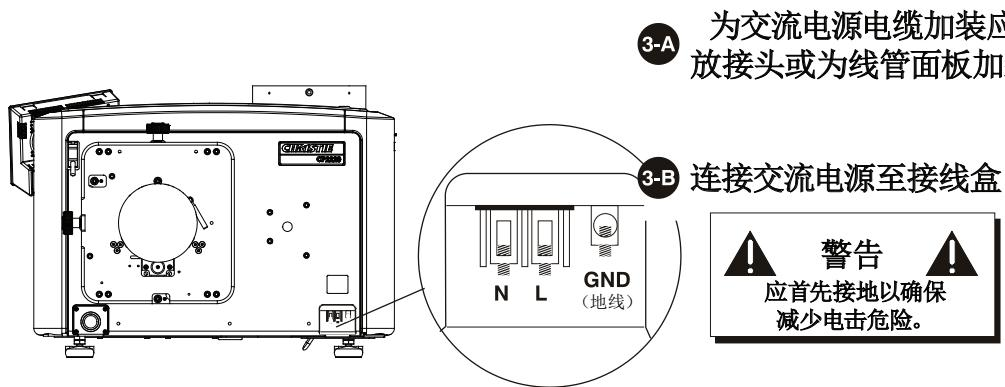

图 2-18
4. 首先从地线开始连接交流电源到此接线盒。有关接线详细信息，请参阅图 2-18。牢固地拧紧螺丝。